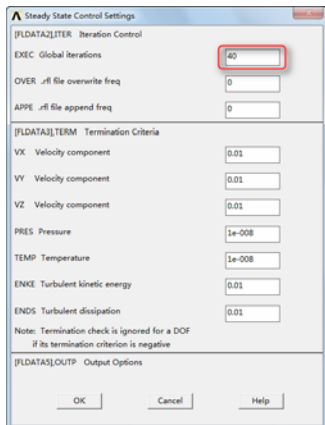

图 5-96 设置求解控制选项
① 依次选择 Main Menu→Solution→FLOTTRAN Setup→Execution Ctrl，会弹出“Steady State Control Settings”对话框，如图 5-96 所示。